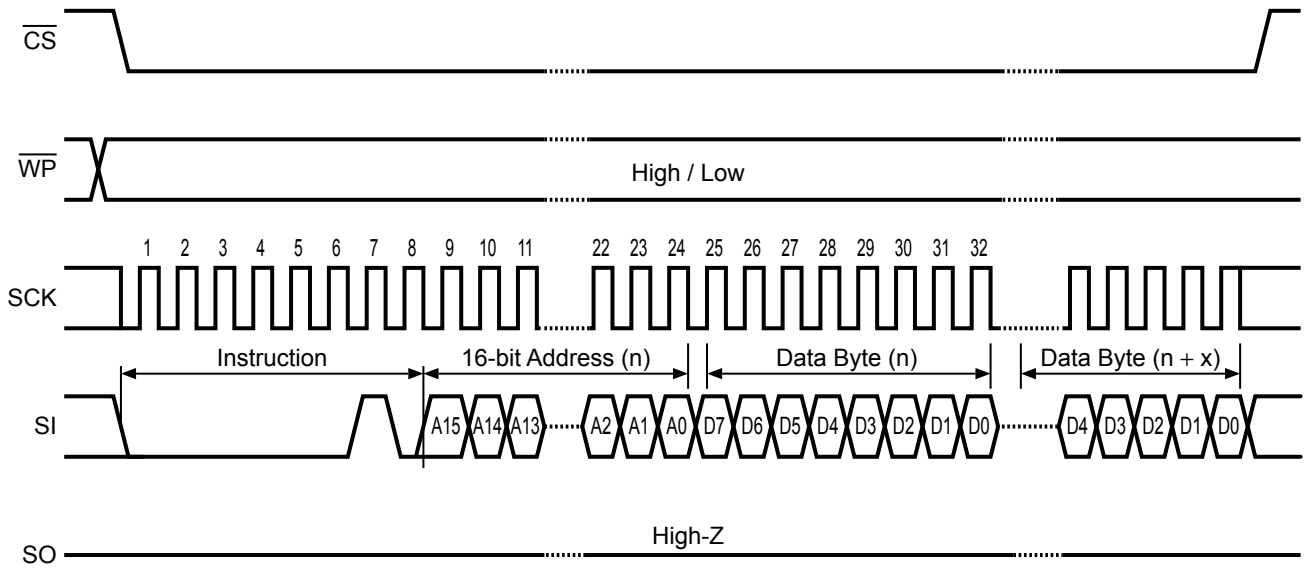

图17 WRITE工作 (页)
另外，S-25C512A可进行128字节的页写入。基本的数据传送手段与字节写入时相同，在连续接收到页大小的8位写入数据后，开始进行页写入。如图17所示的WRITE工作 (页) 的那样，向芯片选择 ( $\overline{CS}$ ) 输入“L”后，通过串行数据输入 (SI) 输入指令码、地址、数据。接着，继续使芯片选择 ( $\overline{CS}$ ) 保持为“L”，输入下一个数据。之后，反复连续输入8位数据的工作。最后，通过将芯片选择 ( $\overline{CS}$ ) 设为“H”，开始WRITE工作 ( $t_{PR}$ )。